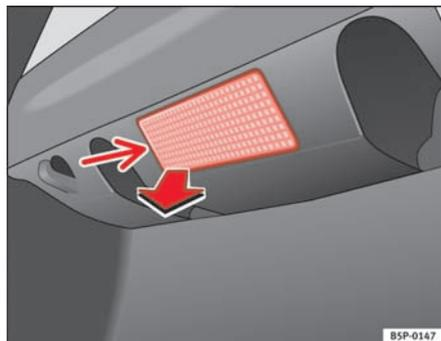

Fig. 168 Luz maletero
- Extraiga la tulipa haciendo presión sobre el borde de la parte interior de la misma -flecha- con ayuda de un destornillador por su parte plana ⇒ fig. 168.